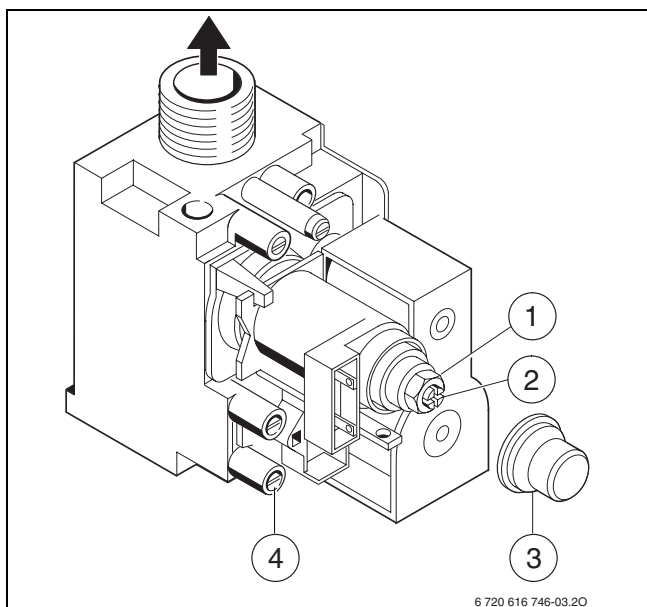

Fig. 46 Bloc gaz
- ▶ Retirer le capuchon (→ fig. 46 [3]) du bloc gaz.
- ▶ Pour « max » prendre la pression aux injecteurs indiquée (mbars) dans le tableau sur la page 58 et la contrôler. Vérifier que l'écrou (→ fig. 46 [1]) est bien serré en butée sur le corps laiton.
- ▶ Pour « min » prendre la pression aux injecteurs (min ECS) indiquée (mbars) dans le tableau sur la page 58. Régler la pression aux injecteurs au moyen de la vis de réglage de débit gaz minimal (→fig. 46 [2]).
- ▶ Desserrer la vis dans la prise de mesure de la pression de raccordement (→ fig. 46 [4] en page 46) et brancher un manomètre à cette prise.
- ▶ Pour « max » prendre le débit de gaz indiqué dans le tableau sur la page 58 et le contrôler. Vérifier que l'écrou (→ fig. 46 [1]) est bien serré en butée sur le corps laiton.
- ▶ Pour « min » prendre le débit de gaz (min ECS) indiqué dans le tableau sur la page 58. Régler la pression aux injecteurs au moyen de la vis de réglage de débit gaz minimal (→ fig. 46 [2]).